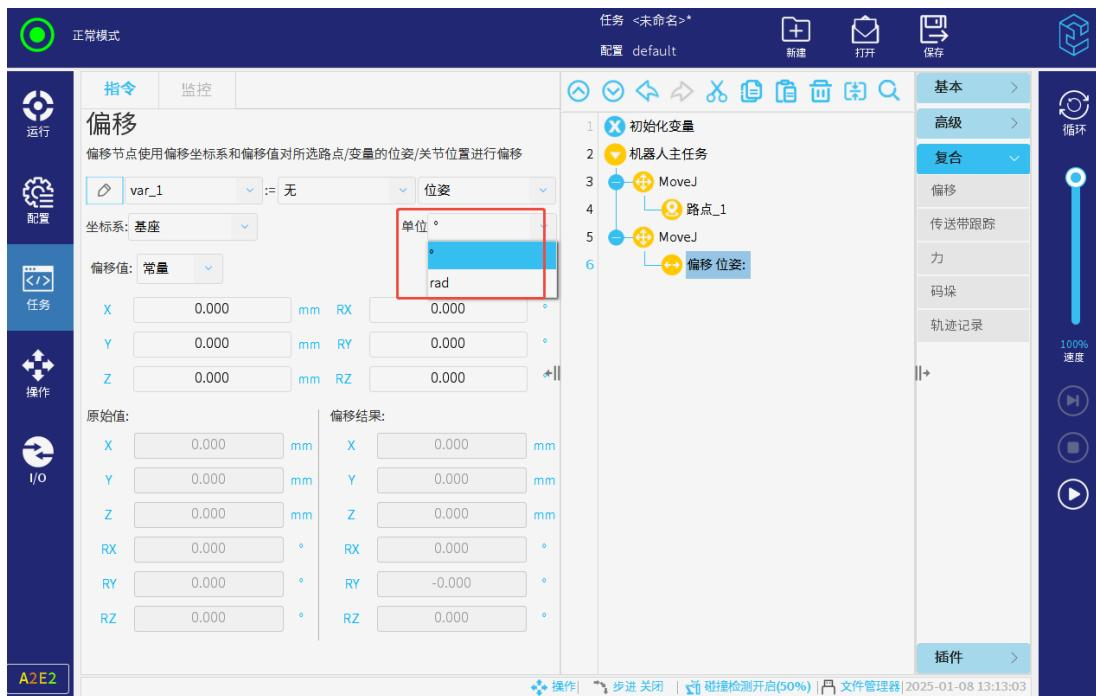

图 3-120: 选择角度数据单位
- 选择度【°】或弧度【rad】作为偏移数据、原始值或偏移结果数据中角度的单位类型，如图 3-120 所示。